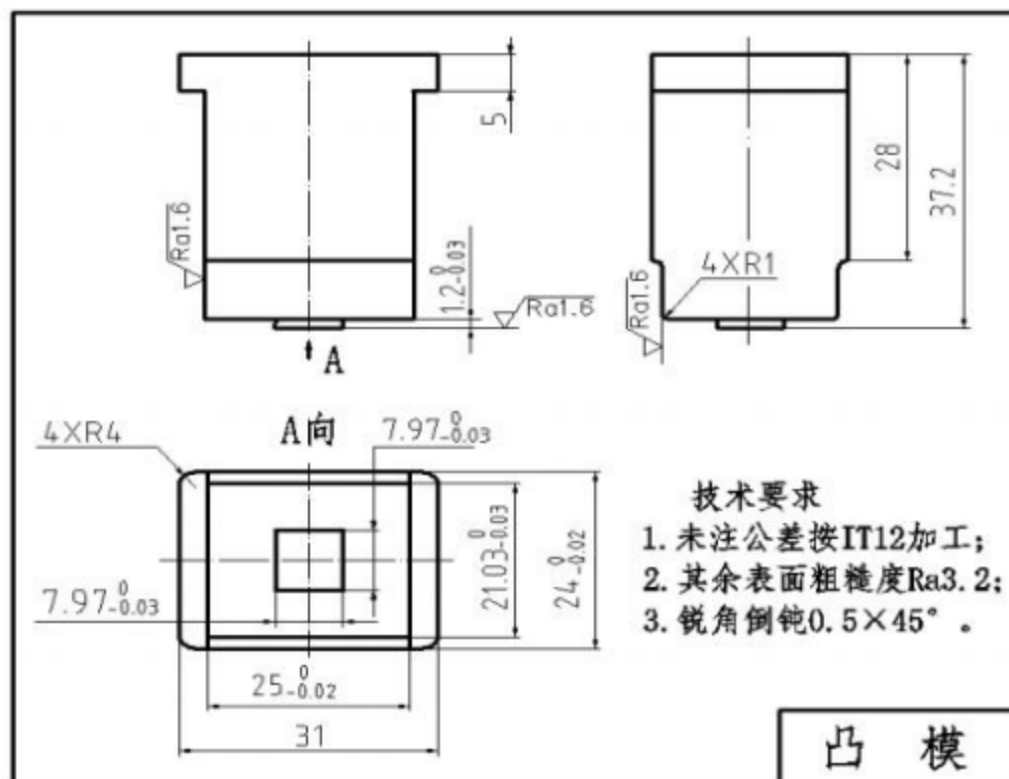

图 1 凸模示意图
1) 按图纸要求用铣床完成凸模（零件序号 16）的加工。如示意图 1 所示。